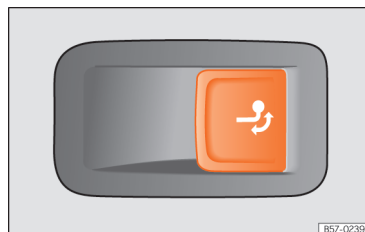

Рис. 211 На правому боці багажника: клавіша для розблокування тягово-зчіпного пристрою.
• Коротко потягніть клавішу >>> **рис. 211**. Тягово-зчіпний пристрій розблокується, після чого автоматично повернеться назовні. Контр-ольний індикатор кнопки блиматиме.
• Коротко потягніть клавішу >>> **рис. 211**. Тягово-зчіпний пристрій розблокується.
• Не тягніть клавішу >>> **рис. 211**, якщо до автомобіля приєднаний причіп або на тягово-зчіпному пристрої встановлене кріплення для велосипедів чи інша багажна система.